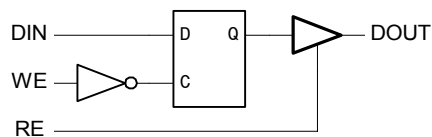

**Fig. 3** – Ciclo di scrittura.
La scrittura di un dato (Fig. 3) avviene con la sequenza:
- Il segnale WE viene applicato all'ingresso di clock del flip-flop mediante un invertitore, in modo che la scrittura avvenga in corrispondenza del fronte di discesa di WE (istante  $t_2$  in Fig. 3).